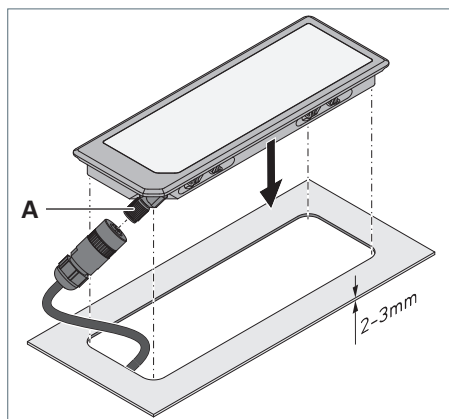

Fig. 5: APE – Leuchte einbauen.
- Fädeln Sie die Anschlussleitung und die Steckverbindung durch den Ausschnitt, siehe Fig. 5.